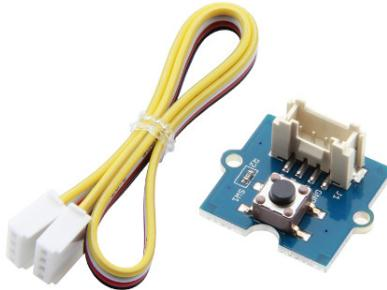

FIGURE 14 – Bouton poussoir Grove, avec son câble
►Q.42: Connecter un bouton poussoir sur l'entrée 34. Pour cela, on utilise un connecteur «GROVE», voir figure 14 page 28, dont les fils sont repérés comme ceci :